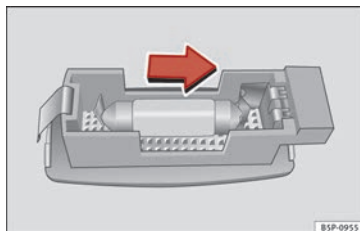

Fig. 201 Desmontagem da luz da pala do sol.
- Retire a luz com cuidado, utilizando a parte plana de uma chave de fendas, tal como indica a figura »» **Fig. 201.**
- Retirar a lâmpada, movendo-a no sentido da seta e para fora »» **Fig. 201.**